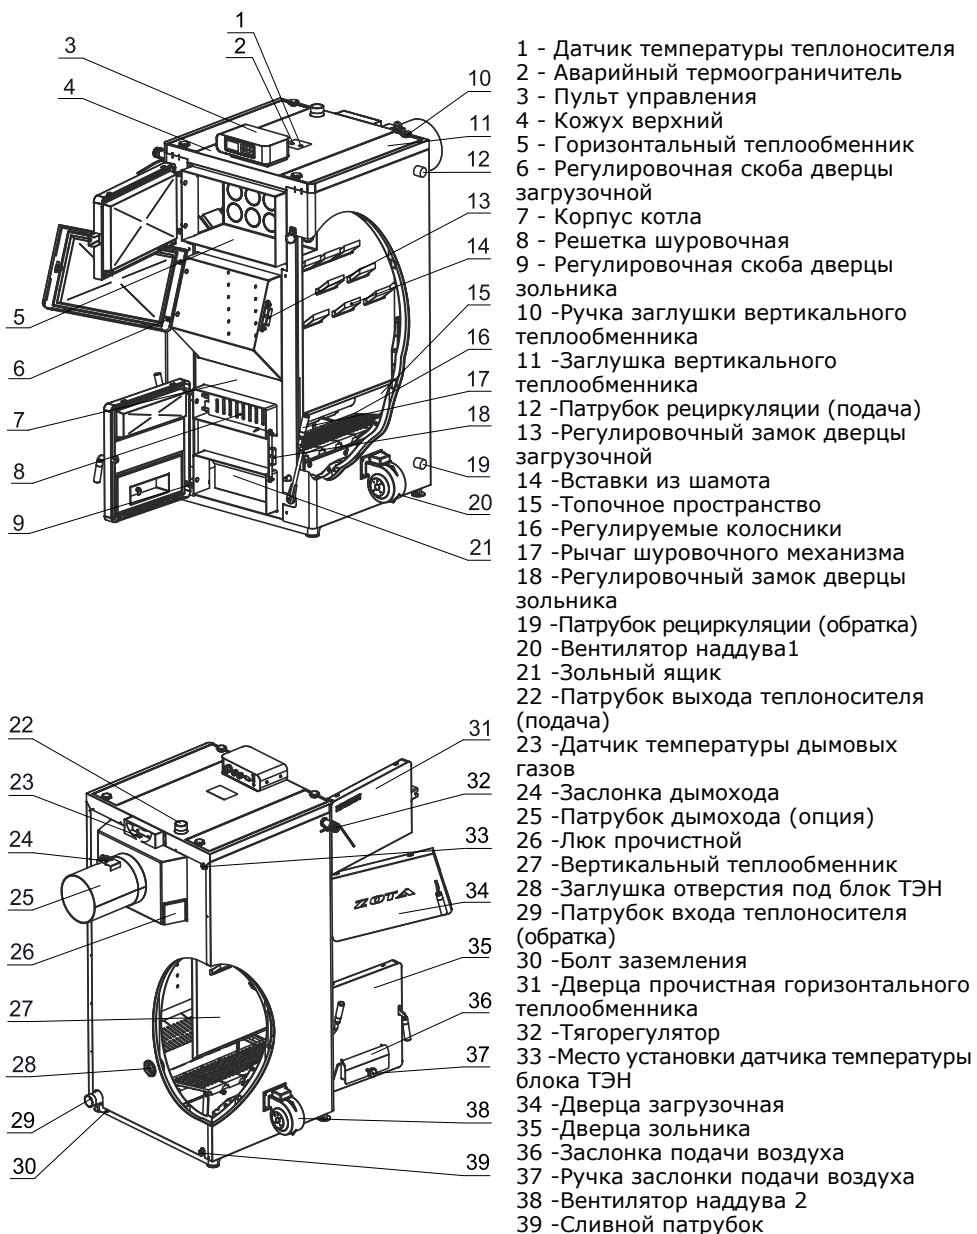

Рис.1 Конструкция отопительного котла
4.4.5. **Внимание!** В случае необходимости открытия дверцы загрузочной во время работы котла, необходимо: Закрыть заслонку подачи воздуха (поз.36 Рис.1) ручкой заслонки (поз.37 Рис.1) и аккуратно приоткрыть дверцу загрузочную на 5-10 мм на 10-15 секунд для предотвращения хлопка пиролизных газов.
4.5.10. Эксплуатация котла без зольного ящика (поз.21 Рис.1).
5.2 . Котел (Рис.1) состоит из корпуса (поз.7), топочного пространства (поз.15), системы газоходов (поз.5, 27). Корпус котла выполнен из листовой стали сварной конструкции с водяной рубашкой и системой газоходов, переходящих в дымоход (поз.25) (опция) с заслонкой (поз.24).
5.5. На задней части котла имеется патрубок входа теплоносителя (поз.29) патрубок слива теплоносителя из котла (поз.39) G1/2". Для монтажа системы рециркуляции на боковой стенке котла предусмотрены патрубки G1" (поз.12; 19) Рис.1. На коллекторе дымохода имеются люки прочистные (поз.26) для чистки коллектора.